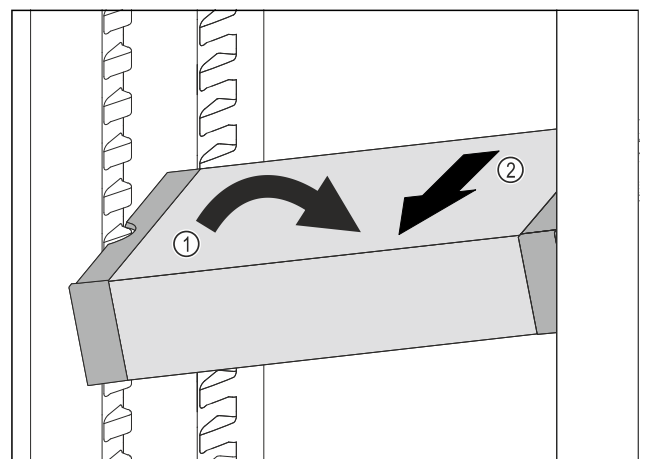

Fig. 181
- VarioSafe im Kühlteil schräg stellen. *Fig. 181 (1)*
- VarioSafe nach vorne entnehmen. *Fig. 181 (2)*